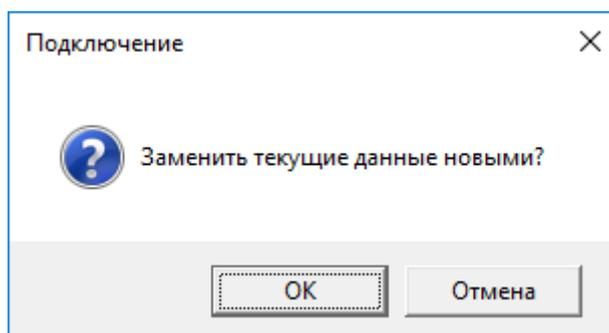

Рисунок 9 – Запрос на замену настроек
2. Запрос на замену настроек (Рисунок 9) выбрать «**Отмена**» (Для сохранения считанных из файла данных).